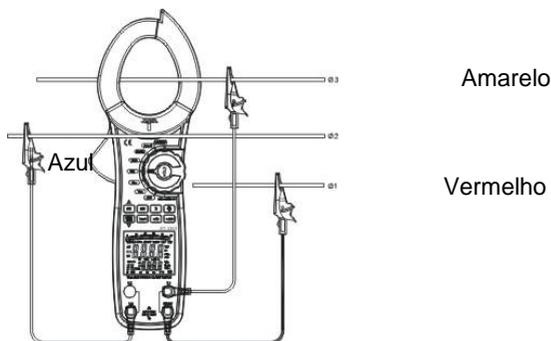

Figura 15
- Quando se faça uma medição trifásica três condutores, mantenha SEL durante 5 segundos e o medidor mostra **303W**, pressione SEL de novo durante 5 segundos para sair da fase trifásica de 3 condutores, ligando o medidor como na figura 15.
Na figura 15 $\sum W = W2 + W3$.